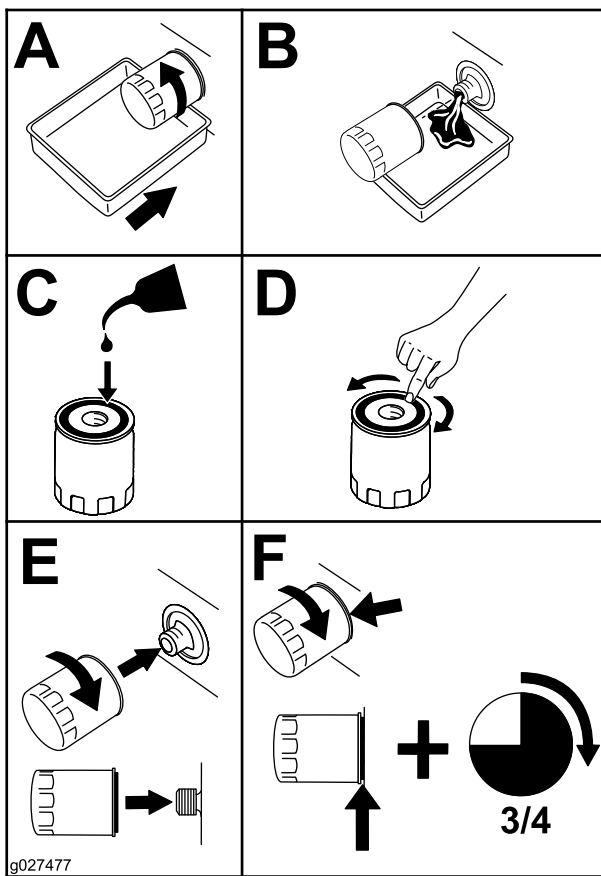

Figura 45
6. Sustituya el filtro de aceite del motor como se muestra en la Figura 45.